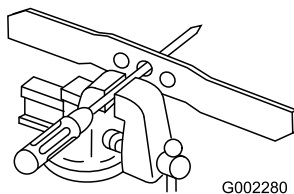

Figure 33
1. Vérifiez l'équilibre de la lame en enfilant le trou central sur un clou ou la tige d'un tournevis serré horizontalement dans un étau (Figure 33).